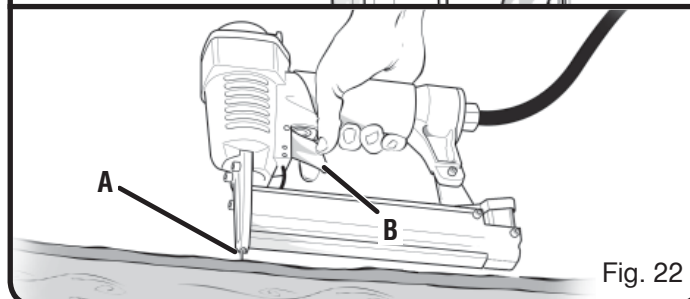

Fig. 22
- 10) La clavadora/grapadora ahora está lista para usar. Antes de continuar con el trabajo real, se aconseja practicar en una pieza de prueba para verificar la penetración de los clavos/grapas. Use un pedazo de madera de descarte de un grosor mayor al largo de los clavos/grapas. Apoye el punto (A) de la clavadora/grapadora contra la superficie de la madera y presione el gatillo (B). Si el clavo/grapa no penetra hasta la profundidad requerida, coloque la presión de aire en un valor más alto SIN EXCEDER LA PRESIÓN MÁXIMA INDICADA EN ESTE MANUAL (Fig. 22).